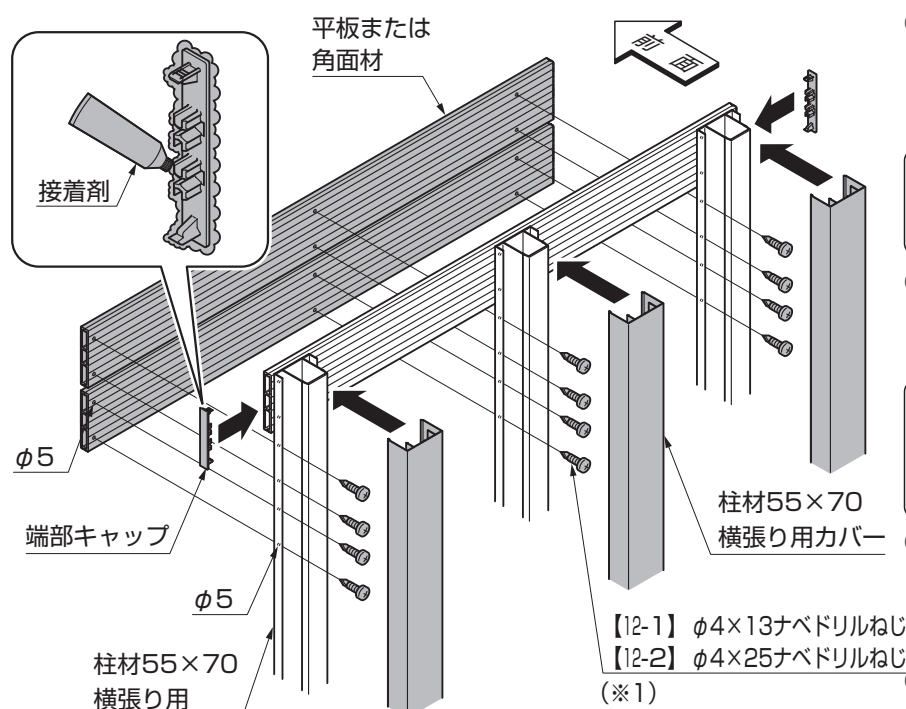

図4-15
- ④平板・角面材を柱材55×70横張り用に【12-1】または【12-2】で取付けてください。(図4-15参照)
- ⑤端部キャップに接着剤を塗布し、平板・角面材1本毎の両端に取付けてください。(図4-15参照)
- ⑥柱材55×70横張り用カバーを柱材55×70横張り用に取付けてください。(図4-15参照)